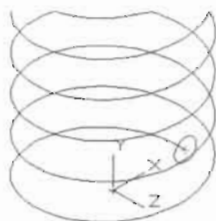

图 14-82
(4) 在螺旋线的下端绘制一个半径为 3mm 的圆, 如图 14-82 所示。